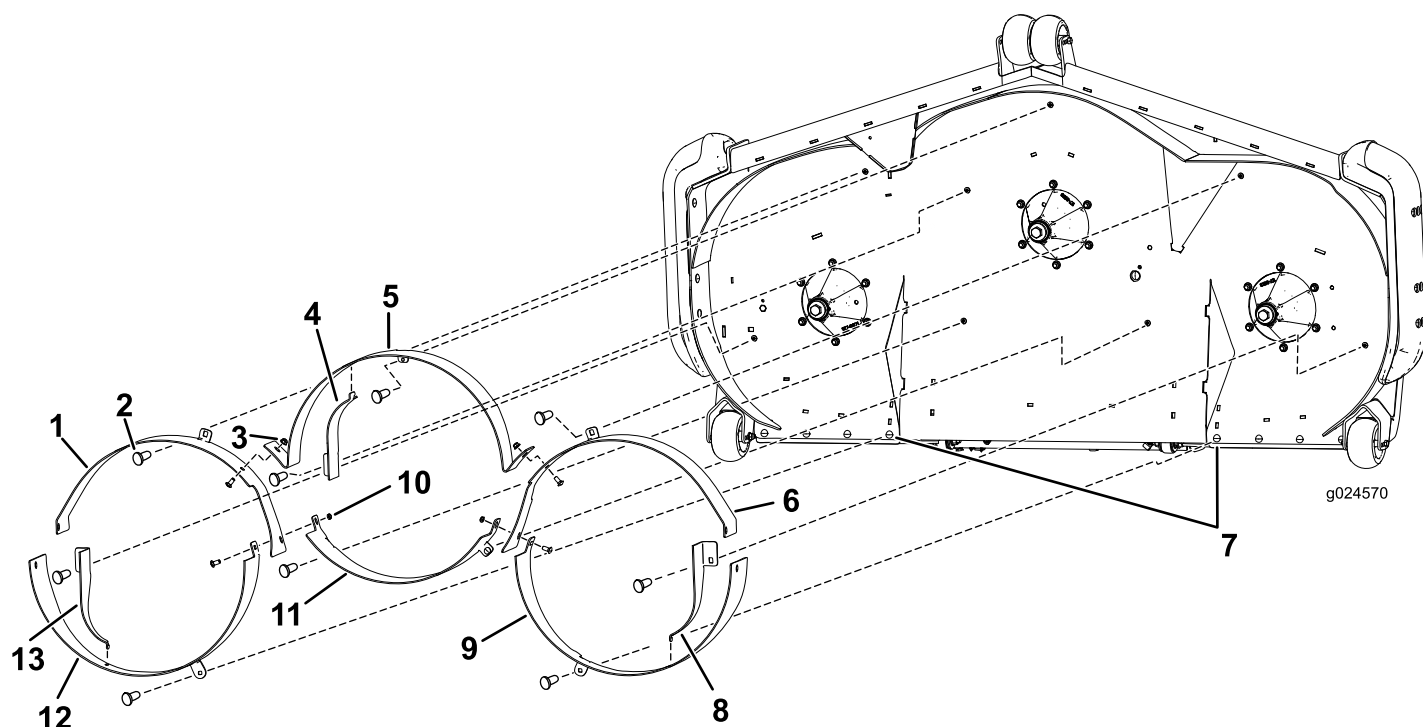

Figure 3
- Montez les déflecteurs extérieurs avant à l'aide d'un boulon de carrosserie (3/8-16 x 7/8 po) et d'un écrou à embase (3/8-16) (Figure 3).
- Montez le déflecteur central avant à l'aide de 3 boulons de carrosserie (3/8-16 x 7/8 po) et des écrous à embase (3/8-16), comme montré à la Figure 3.
- Montez les déflecteurs extérieurs arrière à l'aide d'un boulon de carrosserie (3/8-16 x 7/8 po) et d'un écrou à embase (3/8-16), comme montré à la Figure 3.
gauche et du trou carré intérieur du flap intérieur du pneu de chaque côté (Figure 3).